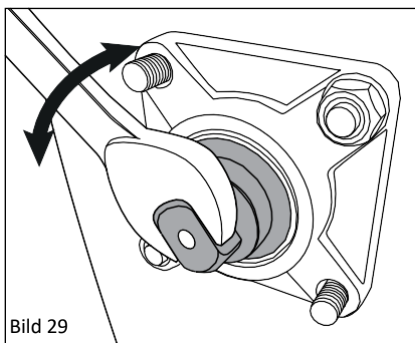

Bild 29
4. Vrid på knivaxeln så mycket som behövs med hjälp av en 17 mm skruvnyckel (ingår inte), se bild 29.